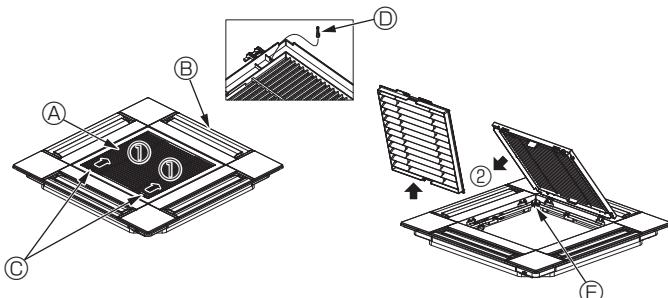

Fig. 5-3
5.2.1. Verwijderen van de gril van de inlaatopening (Fig. 5-3)
- Schuif de hendels in de richting van pijl ① om de gril te openen.
- Verwijder nu het scharnier van de gril van de inlaatopening zoals aangegeven door pijl ②, terwijl de gril in de geopende positie staat.